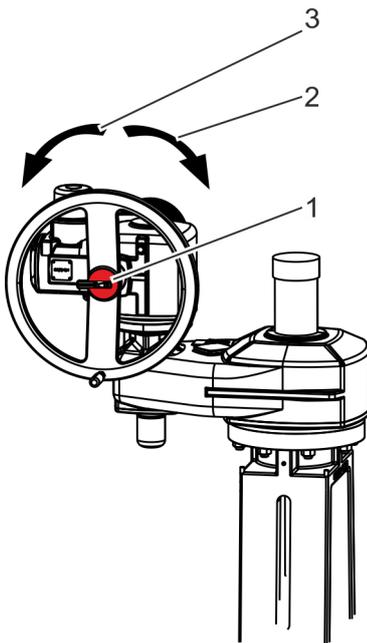

Fig. 17: Entraînement électrique : Actionner le volant en cas d'urgence
2. ➤ Accoupler le volant (Fig. 17/1).
- Rotation dans le sens horaire (Fig. 17/2) : Fermer la vanne.
- Rotation dans le sens anti-horaire (Fig. 17/3) : Ouvrir la vanne.